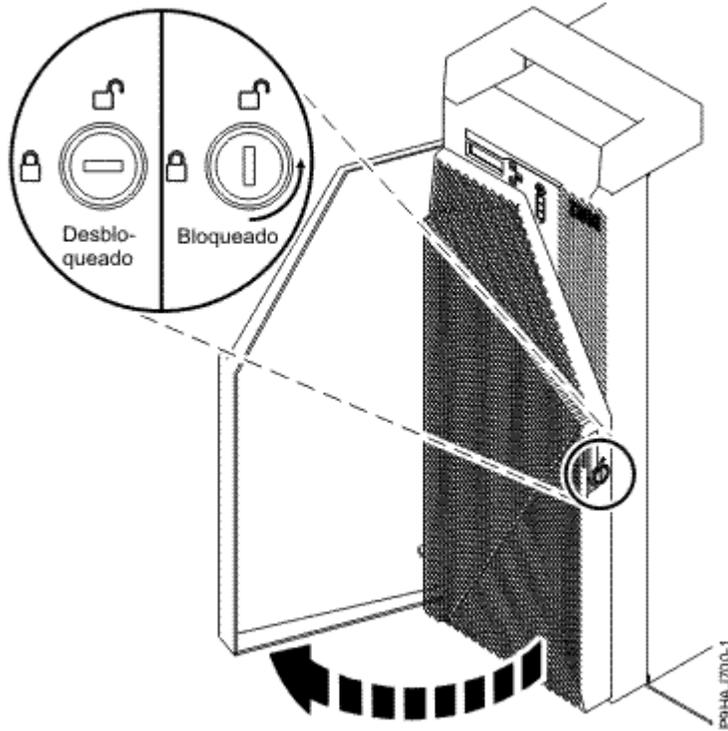

Figura 99. Desbloqueo de la puerta frontal
- a) Inserte la llave de la puerta frontal en la cerradura, como se muestra en la Figura 99 en la página 106. Gire la llave hacia la izquierda (en sentido contrario a las agujas del reloj) para abrir la puerta. En posición horizontal está cerrada, en posición vertical está abierta. Abra la puerta frontal.